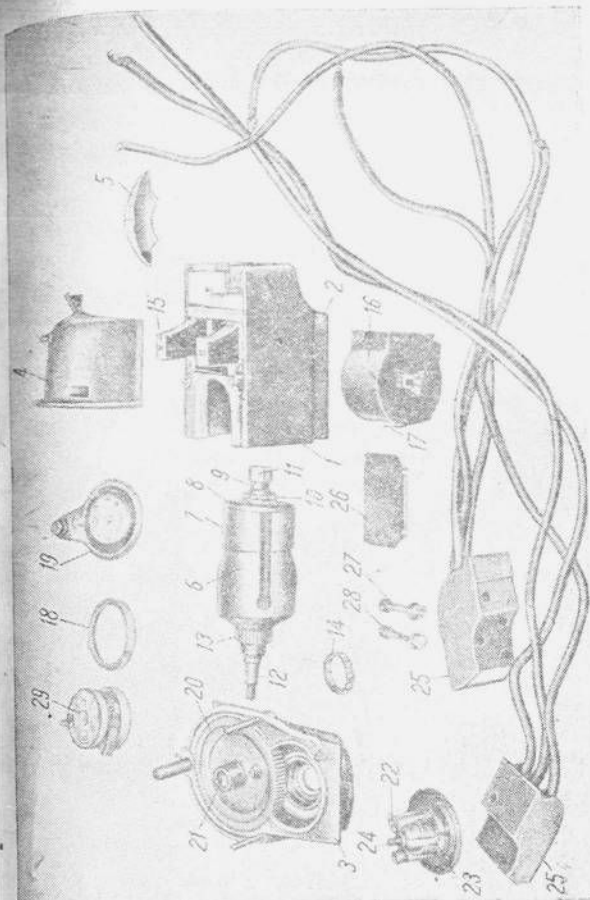
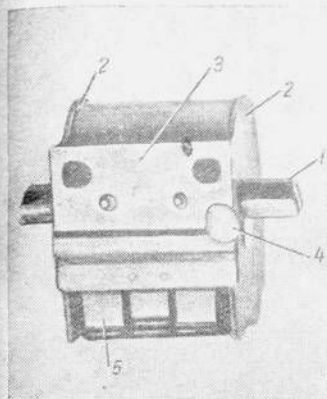

Рис. 21. Магнето СС-6 в разобранном виде.
Рис. 22. Трансформатор магнето СС-6:
Магнето СС-6 (рис. 21) состоит из следующих основных деталей: корпуса магнето, магнитной системы, трансформатора, прерывателя тока низкого напряжения, конденсатора и распределителя тока высокого напряжения.
**Трансформатор.** Внутри трансформатора имеется сердечник 1 (рис. 22), при помощи которого трансформатор соединен с полюсными башмаками. При вращении магнита через сердечник проходят магнитные силовые линии. На сердечнике имеются две фибровые пластинки 2, между которыми на специальную изоляцию вначале наматывается первичная обмотка, затем конденсатор, состоящий из лент станиолевой и парафиновой бумаги, поверх конденсатора наматывается вторичная обмотка.
Вторичная обмотка присоединена одним концом к первичной обмотке на массу, второй ее конец выведен к контакту 17 (рис. 21). Конденсатор включен параллельно контактам прерывателя и присоединен к сердечнику трансформатора и к пластинке 3 (рис. 22). Пластинка 3 имеет контакт для соединения с наковальней прерывателя.
лодка неподвижного контакта изолирована от массы магнето фибровыми пластинками и соединена с концом первичной обмотки. Коромысло, на котором укреплен подвижной контакт, качается на оси 5 и кончается на одной стороне контактом 2, а на другой — фибровой буксой. Подвижной контакт соединен с массой двигателя. Фибровая колодка хвостовика молоточка во время вращения якоря магнето скользит по кулачкам. При нажиме молоточка коромысло периодически размыкает подвижной и неподвижный контакты. Направляющие диски, в которых укреплена ось коромысла, устанавливаются в корпусе магнето и центрируются кольцом 18 (рис. 21). Направляющие диски не имеют жесткого крепления, и их можно поворачивать относительно оси вала магнето на  $10-20^\circ$ . В зависимости от этого кулачковая шайба будет раньше или позже набегать на фибровую втулку коромысла и, следовательно, раньше или позже будет возникать ток во вторичной обмотке, чем будет изменяться момент зажигания рабочей смеси в цилиндрах.
Диски можно перемещать при помощи крышки 19 (рис. 21) с хвостовиком, который винтом соединяется с дисками. Конденсатор служит для поглощения экстратоков размыкания, которые возникают в прерывателе. Конденсатор в магнето СС-6 наружных выводов не имеет.